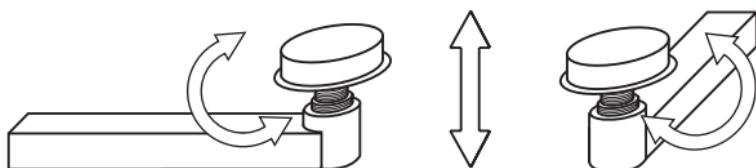

Рисунок 8 – Регулировка подхвата
- Высота и положение подхвата могут быть отрегулированы путём подъёма и поворота рычагов подхвата (рис. 8).